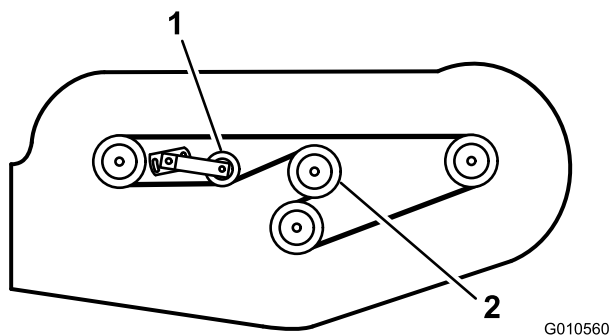

図 31
6. 新しいベルトをギアボックスの周囲からスピンドルプーリ、固定アイドラプーリ、可動調整可能プーリへと回し掛ける 図 31。